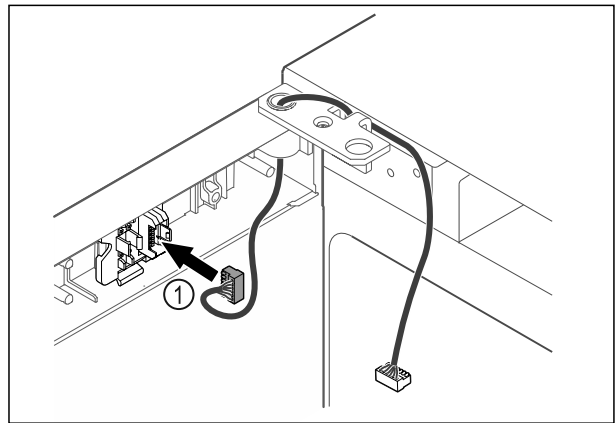

Fig. 44
- ▶ Вставьте штекер Fig. 44 (1) в держатель.